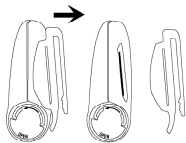

Fig. 1
- Per favore assicurarsi di aver rimosso il fermaglio della cintura. Per rimuovere il fermaglio della cintura, afferrare il fermaglio e farlo scattare via delicatamente (Fig. 1). Per rimettere a posto il fermaglio, allineare la linguetta sul fermaglio con la fessura sul sensore e delicatamente far scattare il fermaglio sul dispositivo.